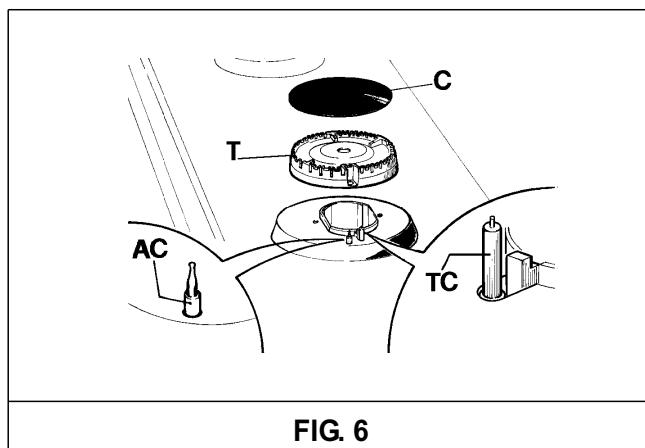

FIG. 6
Si se desea mantener brillante la superficie de la encimera, es muy importante lavarla después de ser utilizada, con agua tibia y jabón, enjuagarla y secarla. Las parrillas esmaltadas, las tapas esmaltadas "C" y las cabezas de los quemadores "T" (ver fig. 6) tienen que lavarse de la misma manera.
- **verificar que las fisuras de las cabezas de los quemadores "T" (fig. 6) no estén obstruidas por cuerpos extraños.**
- **Asegurarse de que la tapa esmaltada "C" (fig. 6) esté colocada correctamente sobre la cabeza del quemador. Esta operación se considerará completada cuando la tapa colocada sobre la cabeza del quemador resulte perfectamente estable.**